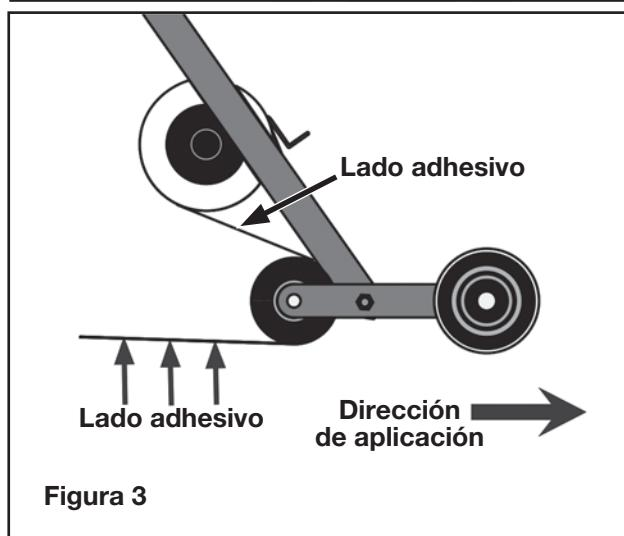

Figura 3
7. Jale el rollo de cinta para enhebrar el aplicador (**Figura 3**).